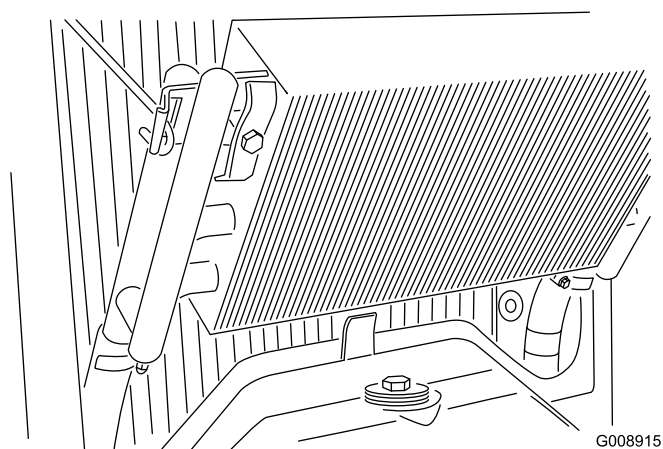

Figura 64
4. Destrancue o refrigerador de óleo e articule a zona posterior (Figura 64).